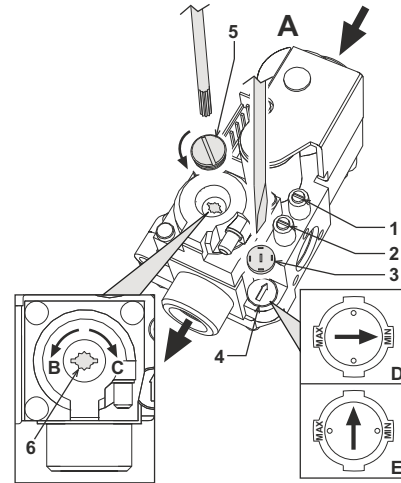

fig. 17 - Regulación de la presión
En las calderas PEGASUS D es posible regular la capacidad térmica del hogar y en consecuencia la potencia térmica entregada al agua de calefacción, actuando únicamente en la regulación del quemador principal a través de la válvula de gas (véase fig. 17). Los diagramas del apartado cap. 5.2 indican la variación de la potencia térmica entregada al agua al variar la presión de funcionamiento del quemador. La adecuación de la potencia de la caldera a las exigencias de calefacción permite reducir las dispersiones y ahorrar combustible. Además, con la variación de potencia reglamentada por la normativa, las calderas mantienen casi inalterados los valores de rendimiento y las características de combustión.
1. Con un pequeño destornillador sacar el capuchón de protección 5 del operador secundario de la válvula de gas de fig. 17.
2. Conectar un manómetro a la toma de presión 2 (fig. 17), situada después de la válvula del gas, y poner el mando del termostato de la caldera en el valor máximo.
3. Regular la presión por medio del tornillo 6 (fig. 17) en el valor deseado, guiándose con los diagramas del apartado cap. 5.2.
2. Quitar el pequeño capuchón de protección 3 de la válvula de gas (fig. 17). Con un pequeño destornillador, regular el "STEP" de encendido para el gas deseado (G20-G25 posición D fig. , o G30-G31 posición E fig. 17), y volver a poner, el capuchón.
- Purgar el aire presente en los tubos del gas por medio de la toma de presión 1 de la válvula del gas (fig. 17).